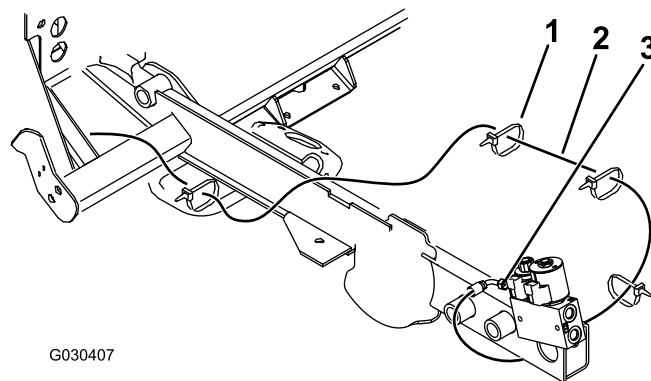

Рисунок 20
8. Проложите длинный шланг под рамой радиатора, над поперечиной рамы и вдоль балки рамы к клапану (Рисунок 20).
9. Закрепите длинный шланг при помощи 4 кабельных стяжек (Рисунок 20).